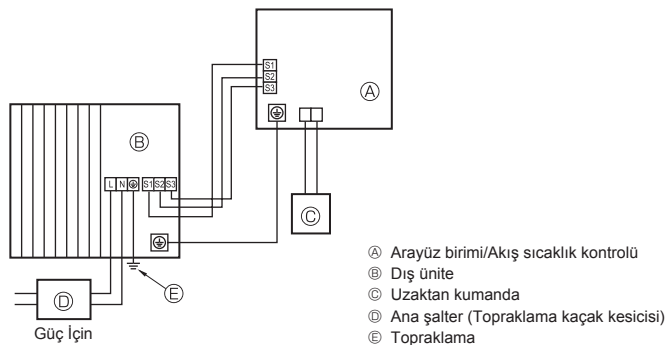
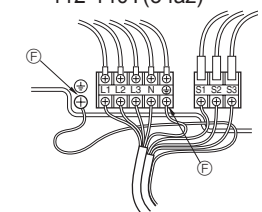

Fig. 6-1
Fig. 6-2
### 6.1. Dış ünite (Fig. 6-1, Fig. 6-2)
- Fig. 6-1 ve Fig. 6-2'ye bakarak kabloları bağlayın.